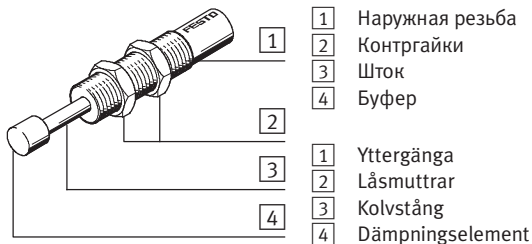
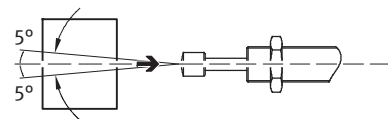

Fig. 1
Fig. 2
- Масса ударяется о буфер по возможности в осевом направлении [4] (→ Fig. 1), (макс. отклонение 5°, → Fig. 2).
- Затяните контргайки [2] (→ Fig. 1), согласно выбранному типу крепления. При этом необходимо соблюдать следующие моменты затяжки: